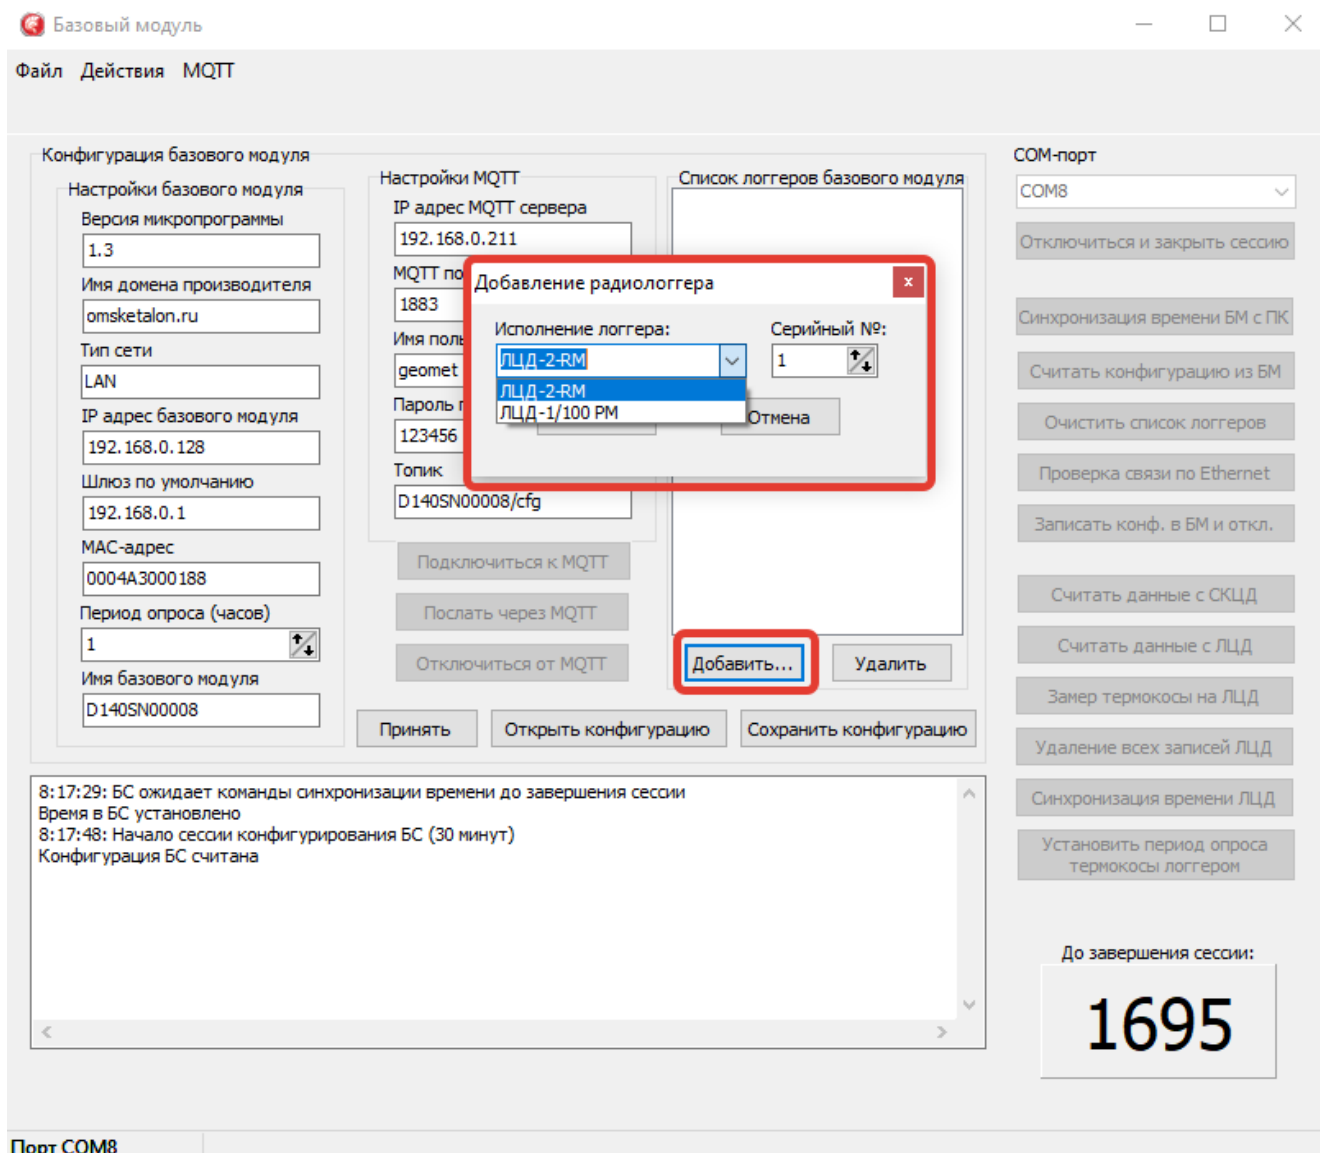

Рисунок 5
2.5.2.12 В поле «Список логов базового модуля» занести логи, которые будут опрашивать ШСПД. Для этого нажать кнопку «Добавить» (рисунок 5), выбрать исполнение логера и ввести серийный номер логера (записан в паспорте и на самом логере).